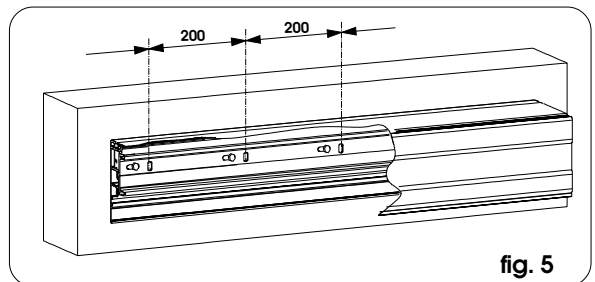

fig. 5
• Fixer la poutre assemblée (en utilisant les vis M8 et les tasseaux correspondants) d'abord au niveau des rainures verticales aux extrémités et niveler parallèlement au sol. Réaliser une fixation centrale en soulevant avec force la poutre pour aligner les trois points de fixation. Réaliser ensuite les fixations restantes tous les 20 cm dans les rainures verticales d'après la fig. 5.